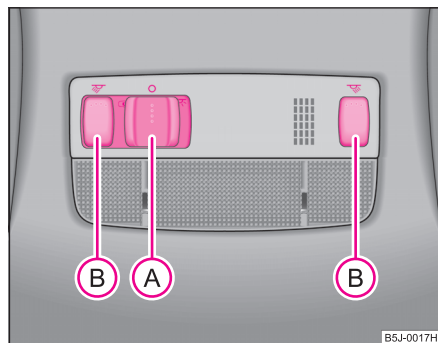

Abb. 40 Ausschnitt aus dem Dachhimmel: Innenbeleuchtung vorn
- Drücken Sie den Schalter **A** nach rechts in die Stellung ⇒ Abb. 40.
- Drücken Sie auf einen der Schalter **B** ⇒ Abb. 40, um die rechte oder linke Leseleuchte ein- bzw. auszuschalten.